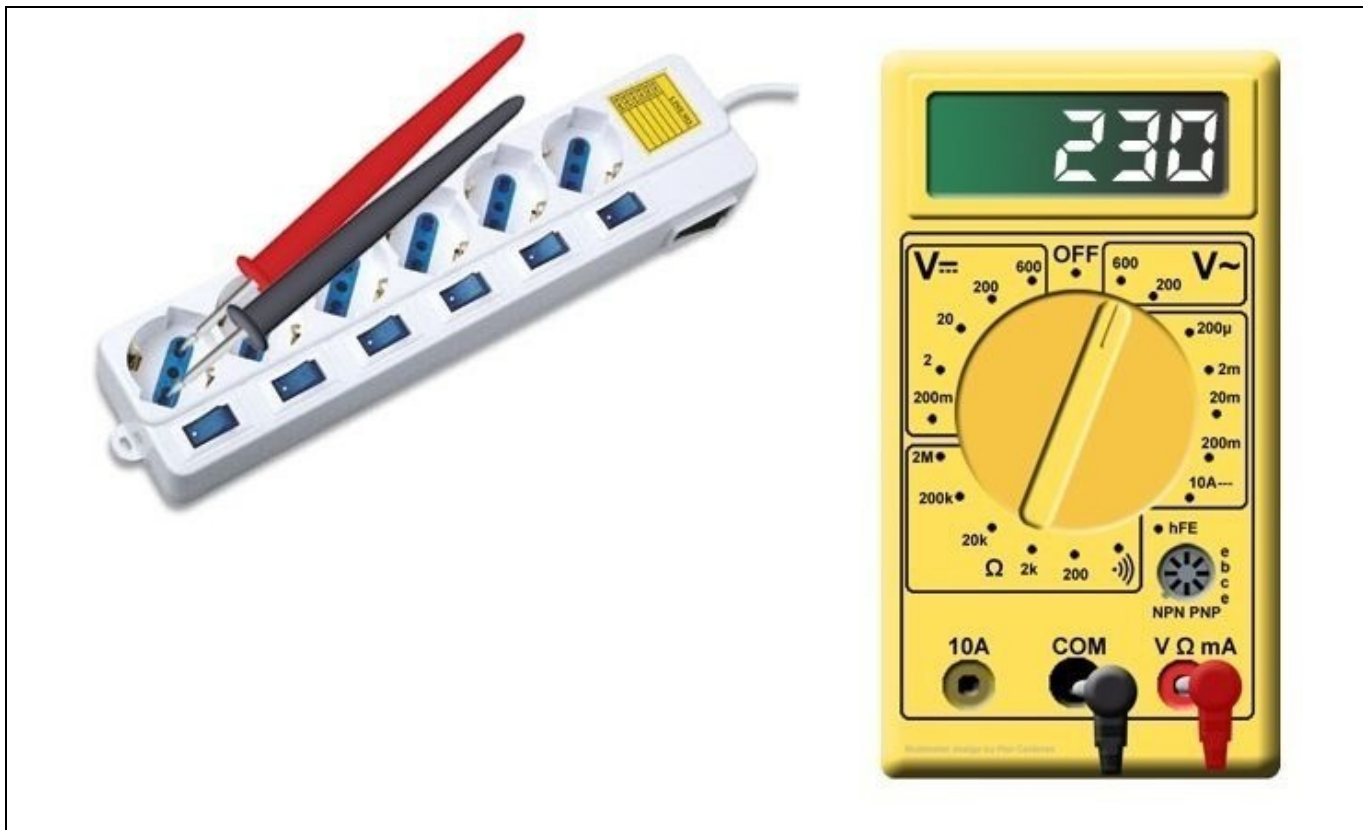

Figura 5.6 Misurazione diretta della tensione di rete dalla presa di una ciabatta di corrente.
- *Prima regola d'oro*: usare una ciabatta di alimentazione dotata di prese con un interruttore generale. Inserire i puntali in una presa, facendo un po' di leva sulle protezioni, quindi lasciare i puntali senza più toccarli e attivare l'interruttore per alimentare la presa ed effettuare la misurazione (Figura 5.6).